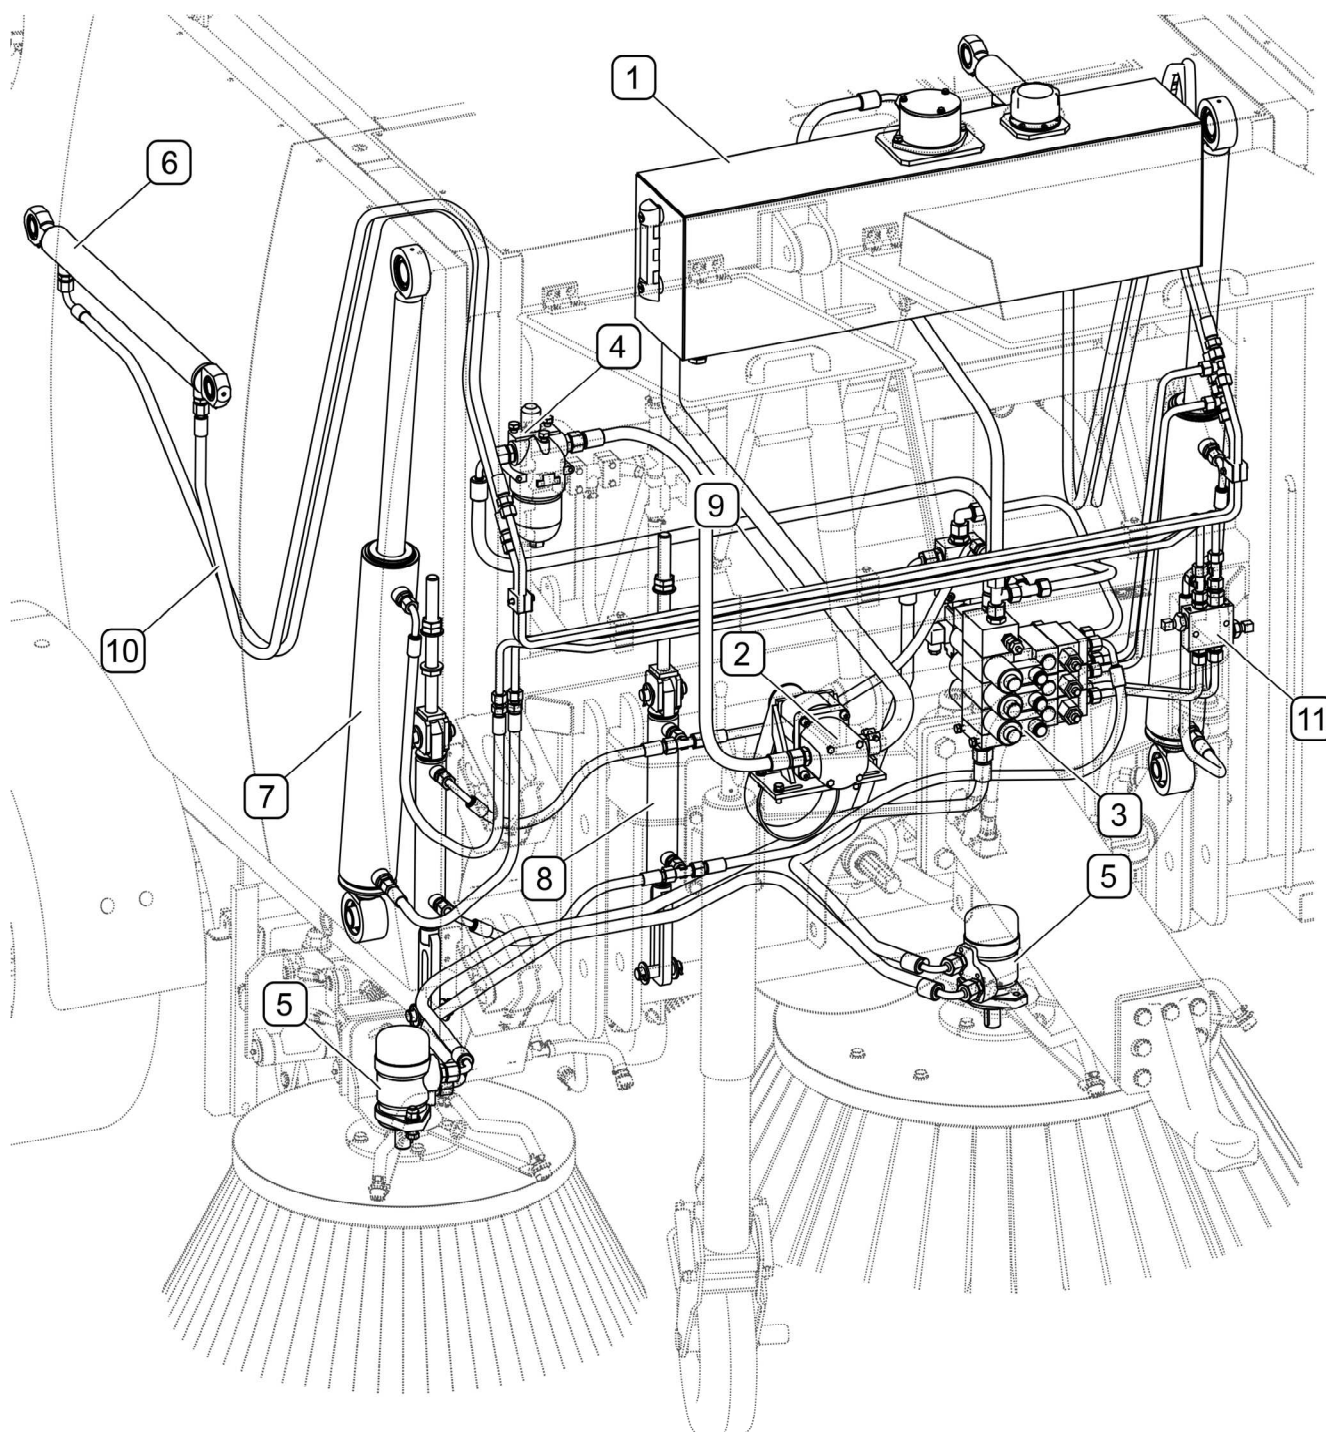

РИСУНОК 3.2 Конструкція гідравлічної системи
системою (РИСУНОК 3.2). Оливний бак (1) розташований спереду у верхній частині машини і має корок заливної горловини з фільтром, зворотний фільтр і індикатор рівня оливи з термометром. Оливний насос (2) приводить в рух вала відбору потужності (ВВП) трактора через систему відбору потужності. Керування гідравлічним контуром здійснюється вмиканням відповідних секцій розподільника (3) з кабіни оператора. Щітки приводяться в рух двома гідравлічними приводами (5).